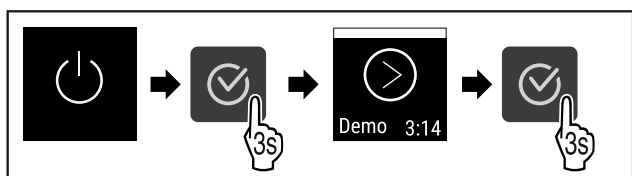

Fig. 63
► Suivre les étapes (voir Fig. 63) .